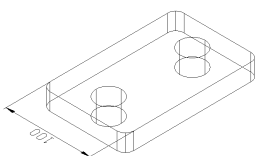

图 16-36 标注结果
- 02** 将“defpoints”设置为当前层，然后单击【标注】工具栏上的按钮，标注如图 16-36 所示的尺寸。